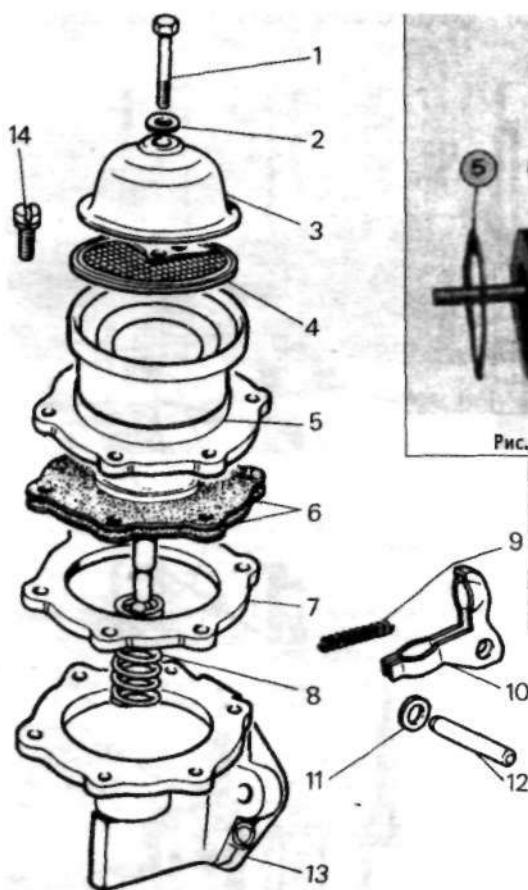

Рис.3.1. Устройство топливного насоса (раздел 6):
1. Вывернуть винт, крепящий крышку насоса (см. рис. 3.1) и снять крышку. Обратите внимание на волокнистую шайбу под головкой винта.